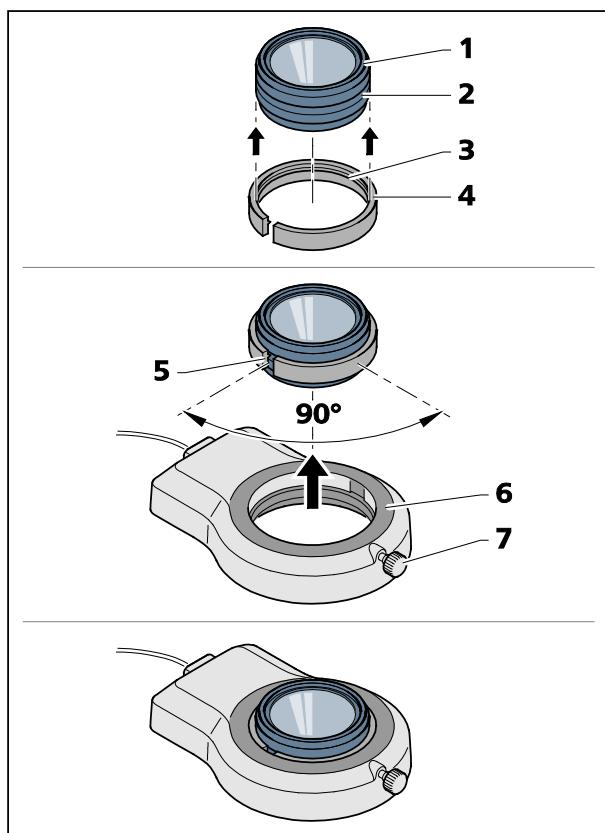

Fig. 14 Montar a lâmpada anular no módulo óptico adicional 3
- Encaixar o adaptador fendido fornecido (Fig. 14/4) (diâmetro exterior 66 mm, interno 58 mm), de baixo para cima, no módulo óptico adicional (Fig. 14/1). O rebordo interior circunferencial (Fig. 14/3) do adaptador deve engatar na ranhura exterior (Fig. 14/2) do módulo óptico adicional.
- Encaixar a lâmpada anular (Fig. 14/6) no diâmetro exterior do adaptador e fixá-la mediante o parafuso de aperto (Fig. 14/7).
Consegue-se o melhor efeito de aperto, estando deslocados por 90°, aprox., entre eles, a ranhura (Fig. 14/5) do adaptador e o parafuso de aperto (Fig. 14/7) da lâmpada anular.